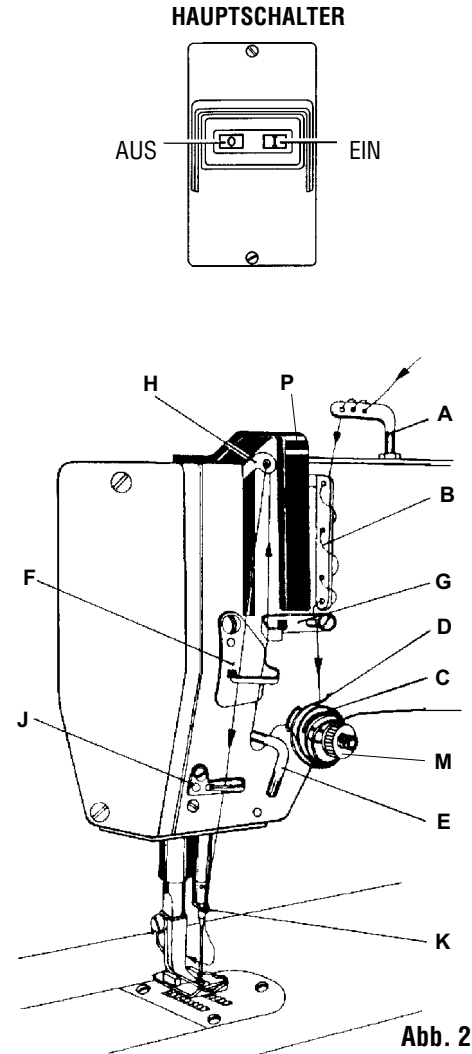
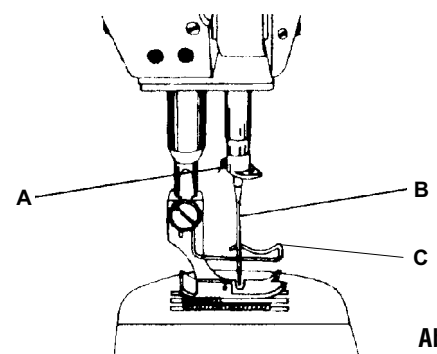
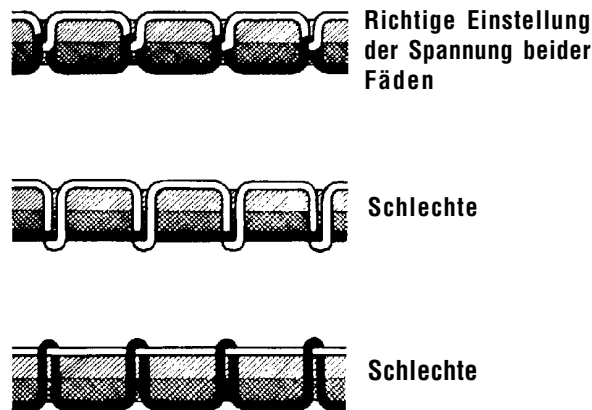

Abb. 2
Abb. 4
Abb. 5
Die Nähmaschine nicht ohne Fingerschutz (C, Abb. 4) und ohne Fadenhebelschutz (P, Abb. 2) verwenden.
6.3 Nadeleinsetzen (Abb. 4)
Die Spannung des Ober- und des Unterfadens muß gegeneinander so eingestellt sein, daß die Bindung von Stichen in die Mitte des Nähgutes zu liegen kommt (Abb. 5). Die Oberfadenspannung wird durch das Drehen der Spannmutter (M, Abb. 2) eingestellt. Durch das Drehen der Mutter nach rechts (im Uhrzeigersinn) erhöht man die Oberfadenspannung und umgekehrt.